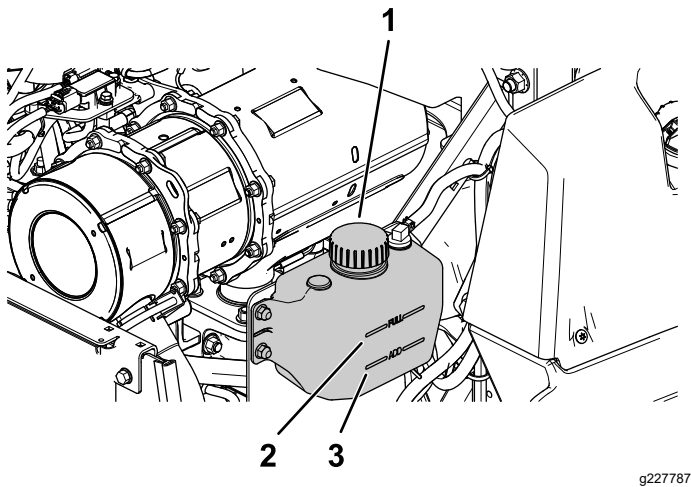

Bild 52
4. Prüfen Sie den Kühlmittelstand im Ausdehnungsgefäß (Bild 52).
5. Wenn der Kühlmittelstand zu niedrig ist, schrauben Sie den Deckel des Ausdehnungsgefäßes ab, und füllen Sie nach angegebene Kühlmittel nach (Bild 52).